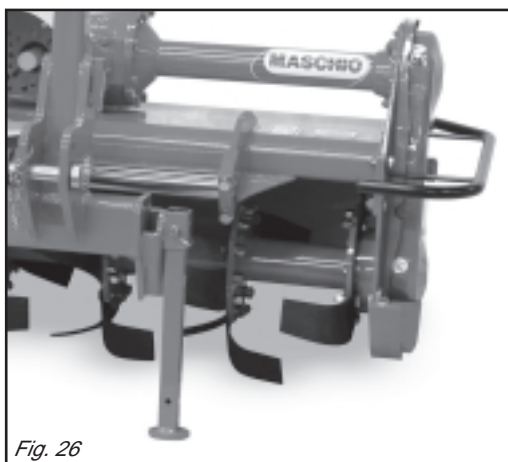

Fig. 26
- 2 - Position the support foot as shown in the figure 26.
- 1 - Den Stützfuß wie in Abb. 26 gezeigt anordnen.
- 1 - Placer le pied d'appui (voir figure 26).